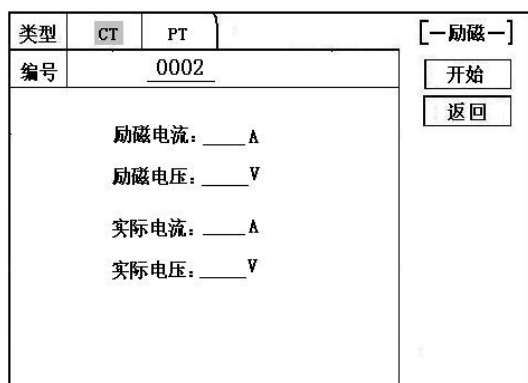
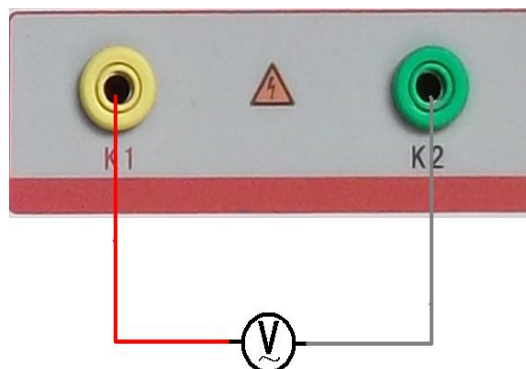
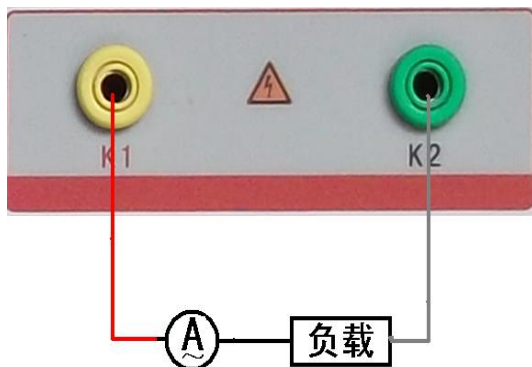

图 39，校准测试主界面
图 40，电压校准接线图
图 41，电流校准接线图
在 CT/PT 测试主界面中, 选择进入“**数据查询**”试验界面 (如图 36), 根据需要进行选择“**励磁**”、“**负荷**”、“**直阻**”、“**变比极性**”、“**角差比差**”、“**返回**”等测试选项, 选定测试项目后, 进入图 39 测试界面, 显示仪器中该项目下所保存的最新的测试结果, 可以选择“**上页**”、“**下页**”、“**转存**”、“**返回**”、“**清除**”选项进行相应操作。
进入 CT “励磁” 测试界面后，选择进入 “校准” 试验界面（如图 39），设定好励磁电流值：0.1A ~ 5A;励磁电压值：1V~1000V。
电压校准试验参照图 40 进行接线；设置好被测电压后，合上功率开关，选择 “开始” 选项，按下控制器，试验即开始，试验到达设定值后将保持输出电压/电流值用于检测，检测完毕后，按下控制器，试验返回图 39 界面。
电流校准试验参照图 41 进行接线，电压设定值略高于【电流设定值 (A) * 负载 (Ω)】，设置好被测电流/电压值后，合上功率开关，选择 “开始” 选项，按下控制器，试验即开始，试验到达设定值后将保持输出电流/电压值用于检测，检测完毕后，按下控制器，试验返回图 39 界面。